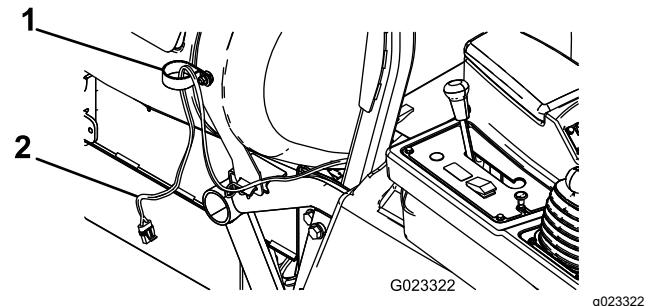

Figure 2
4. Fixez un petit collier en R sur le boulon de carrosserie au moyen d'un écrou à embase ($\frac{3}{8}$ "'), comme montré à la Figure 2.
5. Faites passer le côté dévidoir du faisceau de câblage dans le collier en R, comme montré à la Figure 2.